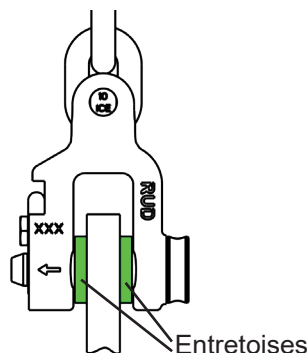

Fig. 12: CCS-FASTLOX avec rondelles d'écartement
En cas d'épaisseurs de tôle plus faibles, les CCS-FASTLOX ne doivent être utilisés que verticalement avec des rondelles d'écartement ou similaires (cf. Fig. 12) !
- Afin d'éviter un chargement unilatéral de la manille, des rondelles d'écartement sont autorisées des deux côtés de l'axe de la manille (cf. Fig. 12).